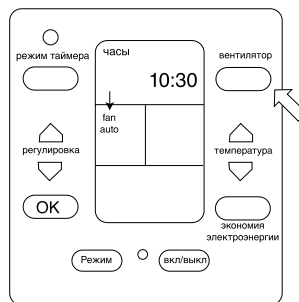

Рис.9 Установка автоматического режима вентилятора
- При установке на Fan Auto (Рис.9)